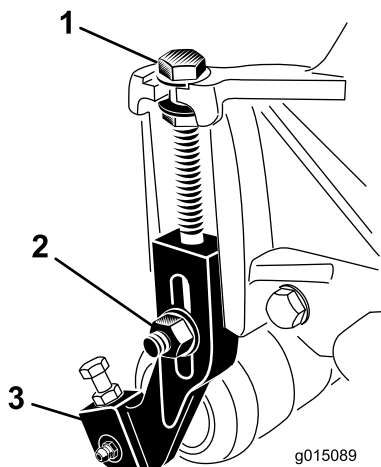

Figura 19
- 1. Allentate i dadi di bloccaggio che fissano i bracci di regolazione dell'altezza di taglio sulle piastre laterali dell'apparato di taglio (Figura 19).